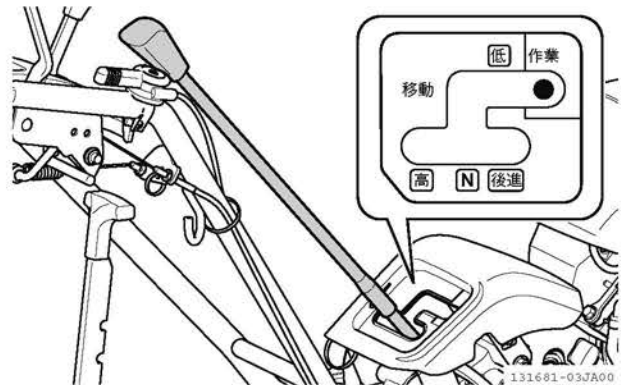

図 3-15 変速レバー
2. ミニ耕うん機を耕す場所に移動させ、変速レバーを「作業」位置にします。(図 3-15)